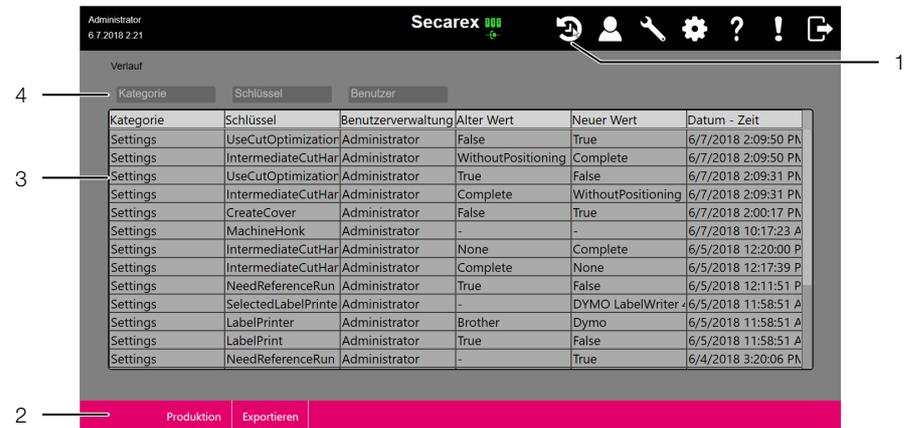

Fig. 18 : page écran « Historique »
- Appuyer sur le bouton de commande « Historique » (fig. 18, pos. 1) dans la ligne en-tête du logiciel Secarex.
- Appuyer sur le bouton de commande « Exportation » (fig. 18, pos. 2).